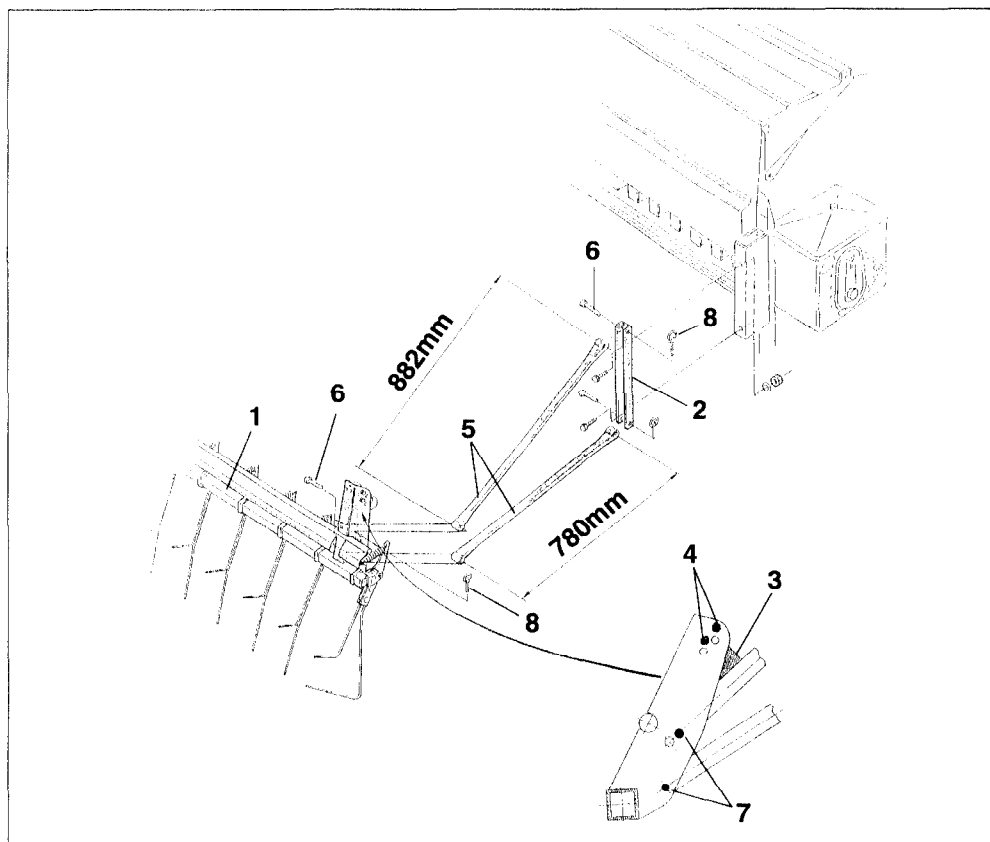

Fig. 11.1
- aux supports du recouvreur FlexiDoigts en introduisant les axes (fig. 11. 1/6) dans les perçages (fig. 11.1/7)